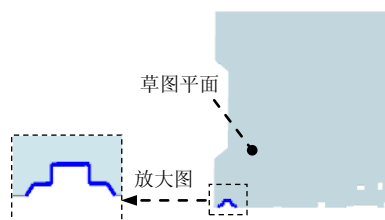

图 8.8.14 法向除料特征 4
(4) 单击  按钮，完成特征的创建。
Step6. 创建图 8.8.14 所示的法向除料特征 4。
(1) 选择命令。在“主页”功能选项卡“钣金”工具栏中单击  按钮，选择  法向除料命令。
(2) 定义特征的截面草图。
① 选取草图平面。在系统  的提示下，选取图 8.8.14 所示的模型表面为草图平面。